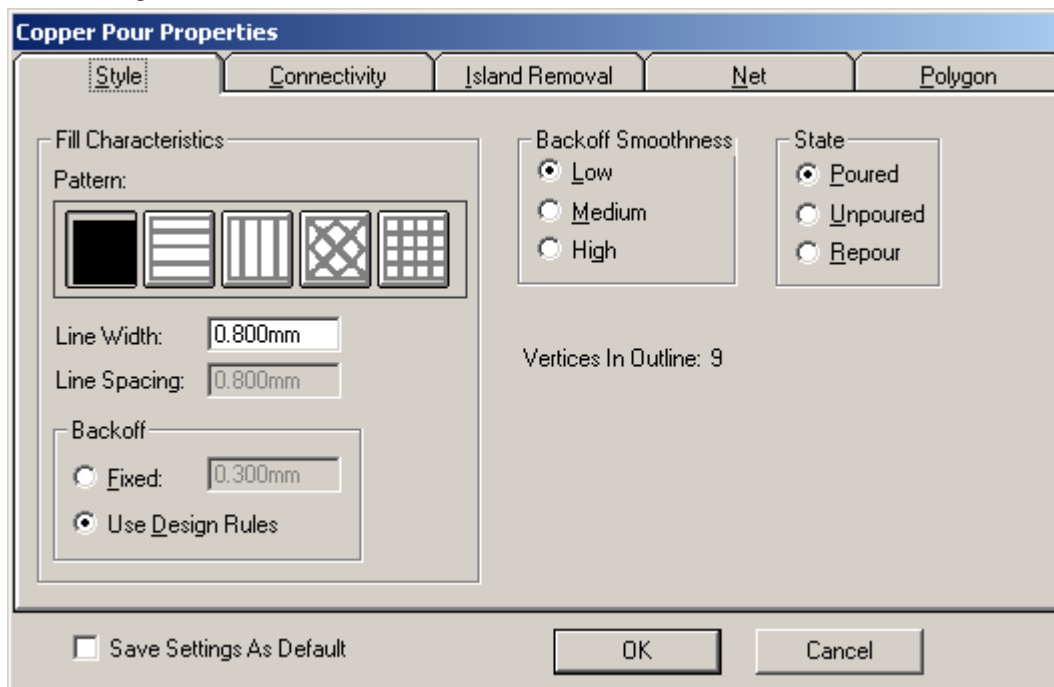

Рис. 10 Окно команды **Copper Pour Properties**
4.13 Окно команды **Copper Pour Properties** изображено на рис. 10.